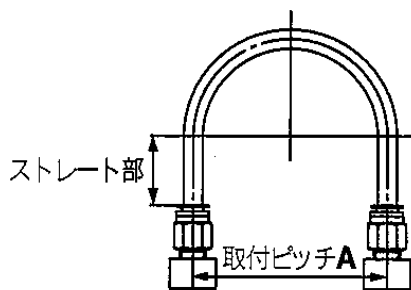

図1 推奨配管図
(1) ワンタッチ管継手に配管する際は図1の推奨配管条件にて、チューブ長さに余裕を持った配管をお願い致します。